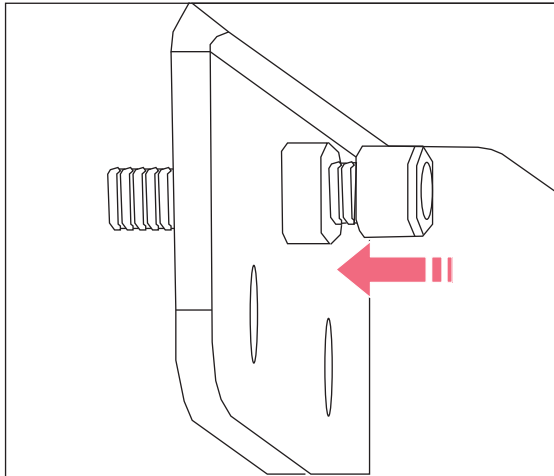

Fig. 1-2: Vis
2. Insérer la vis comme représenté(voir Fig. 1-2 à la page 5).